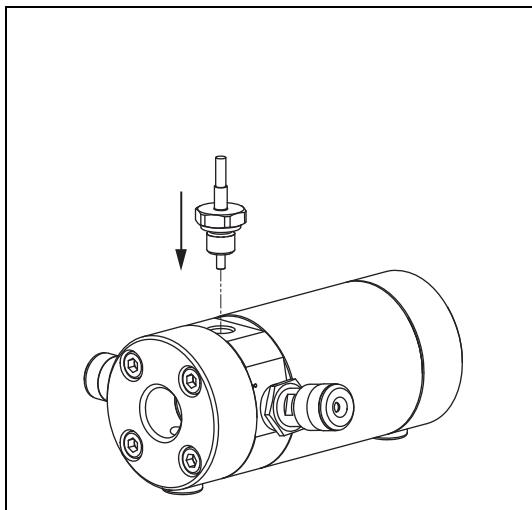
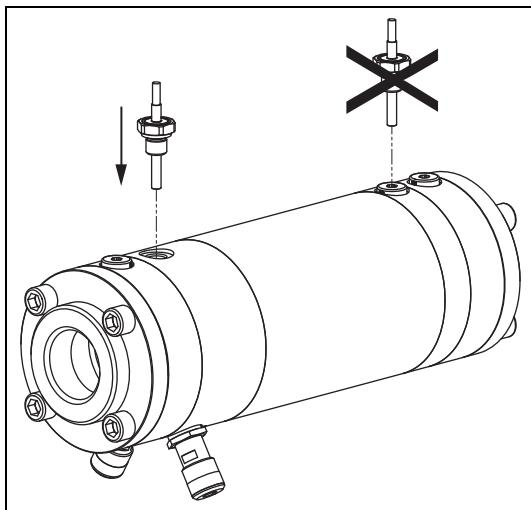

Fig. 7 Emplacement de montage EET
Fig. 8 Emplacement de montage EET
- ▶ Sélectionner un emplacement de montage correct, voir Fig. 7, page 15 et voir Fig. 8, page 15.